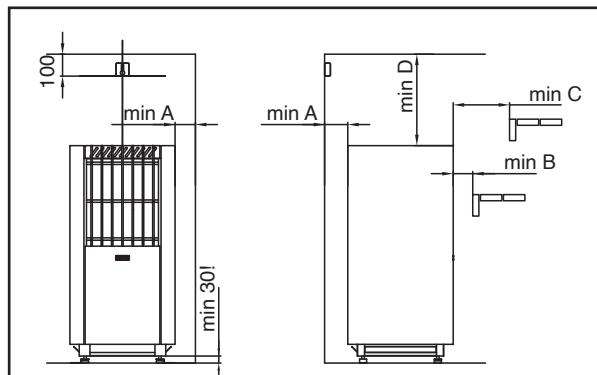

Abb. 1. Sicherheitsabstände des Saunaofens
**) Siehe Abbildung 1 *) Mit Gummikabel vom Typ H07RN-F oder entsprechendem Kabel verbunden
- Beim Aufstellen des Saunaofens müssen die Sicherheitsabstände eingehalten werden. (Abb. 1)